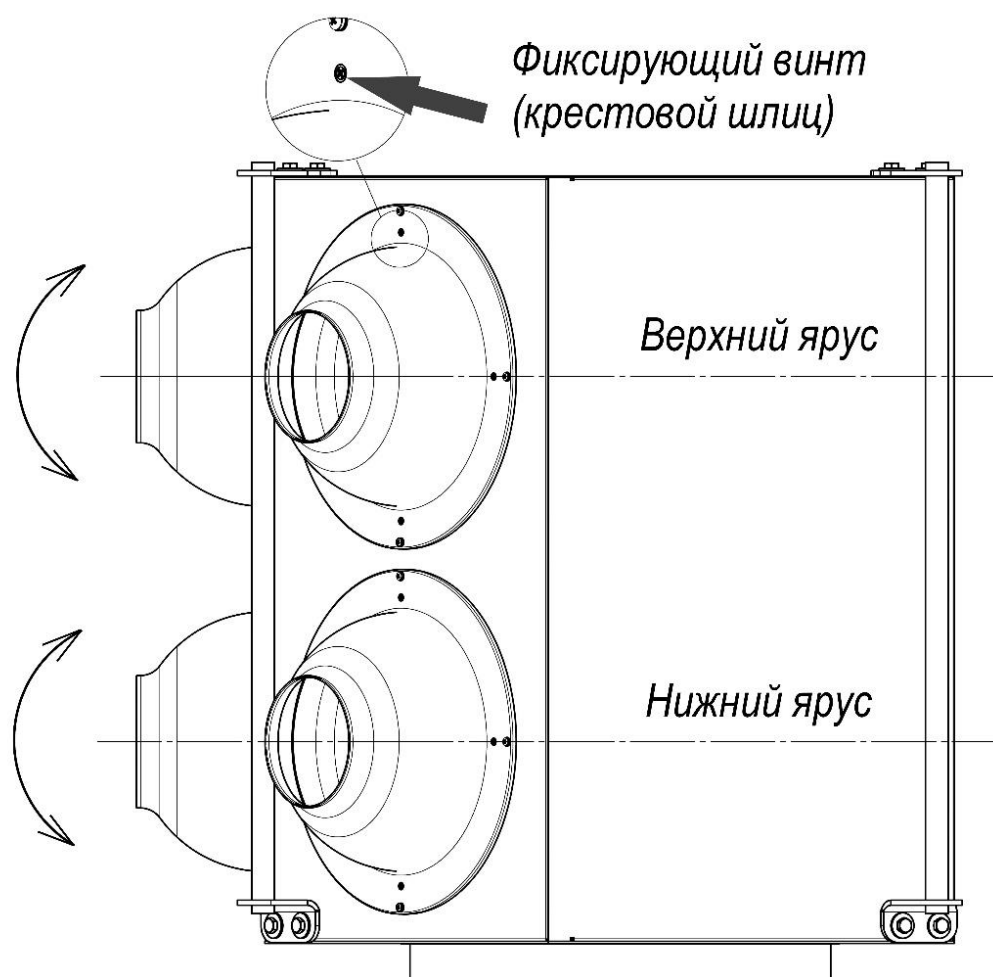

Рисунок 15
5.4.2 Регулировка направления потока воздуха осуществляется изменением положения воздухораспределительных сопел приточного устройства (рисунок 15). Перед поворотом сопел следует убедиться, что фиксирующие винты на фланцах освобождены.